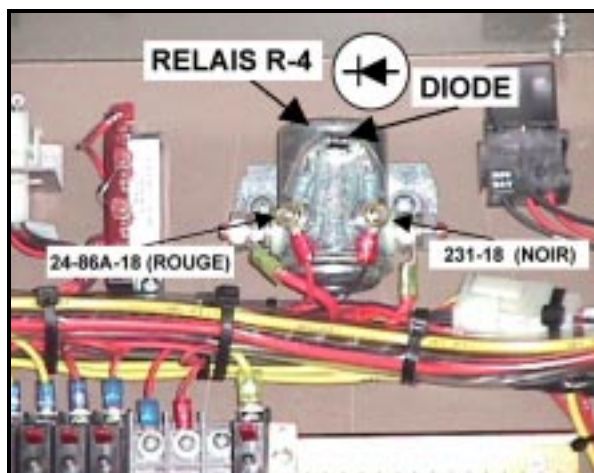

FIGURE 1, BOÎTE DE JONCTION ARRIÈRE
3. Dévisser les écrous sur les bornes du fil rouge 24-86A-18 et du fil noir 231-18, situés sur le devant du relais (Fig. 1).